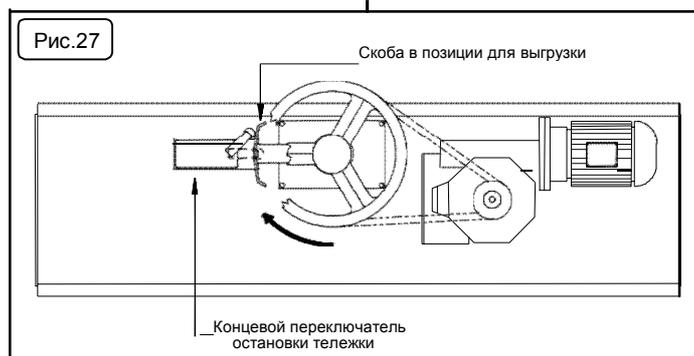

Рис.27
-Verificare, ed eventualmente correggere attraverso l'apposita staffa fissata al sistema di traino (Fig.27), l'arresto del carrello in posizione di sgancio-estrazione.
- проверьте блокировку тележки при снятии с крюка и разгрузке, при необходимости исправьте с помощью скобы, закреплённой на двигательной системе (рис. 27).